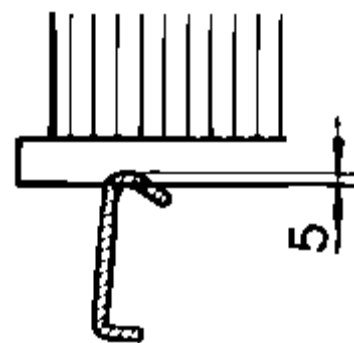

Fig. 10
7. Tras el montaje del primer elemento de filtrado, girar los peines de hierro hacia arriba hasta que el listón inferior del filtro entre unos 5 mm (fig. 10) en la entalladura del peine de hierro.